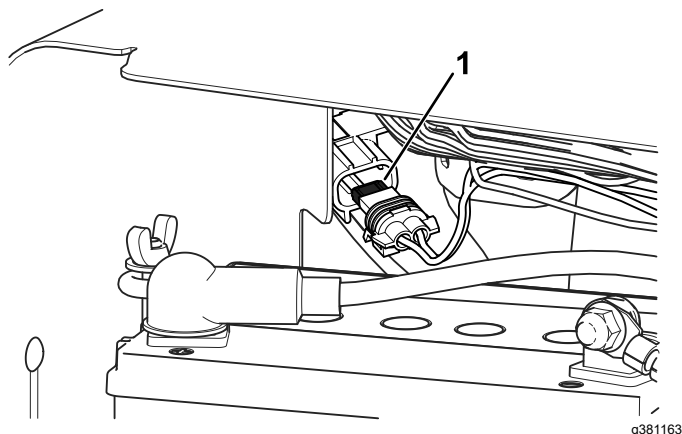

**Figura 162**
**Nota:** Il fusibile della ventola è posizionato in linea dietro alla batteria (Figura 162).